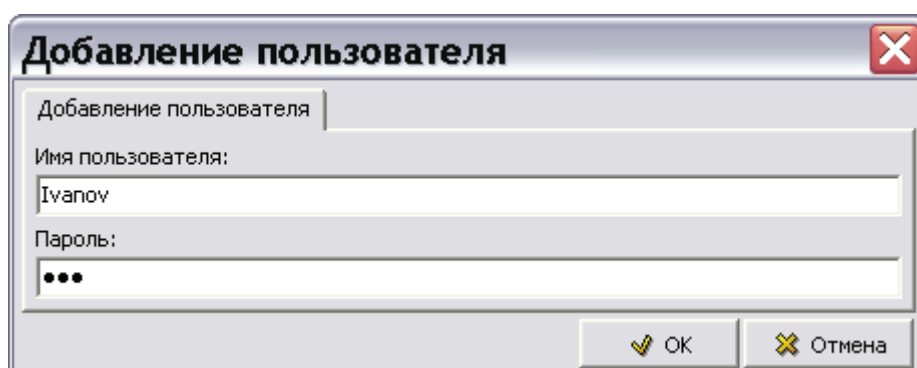

Рис. 3.116
4. Нажмите на кнопку **Добавить пользователя**  или в меню **Пользователи** выберите команду **Добавить пользователя**. При этом откроется окно **Добавление пользователя** (Рис. 3.116).